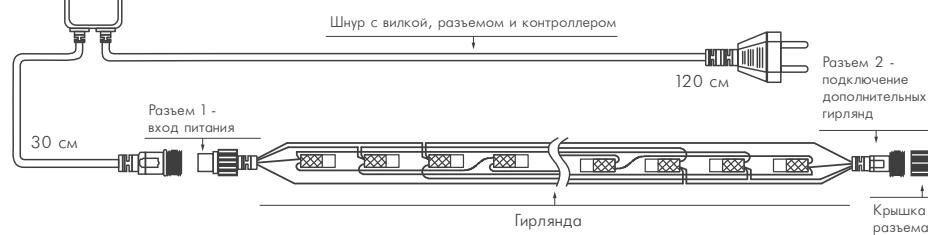

Рисунок 1. Схемы подключения.
- 3.2. Подключите гирлянду к сети питания AC 230 В, используя специальный шнур питания из комплекта поставки (см. Рисунок 1), и проверьте ее работоспособность. Для гирлянд, снабженных контроллером, проверьте работу контроллера во всех режимах, переключая их кнопкой на корпусе.